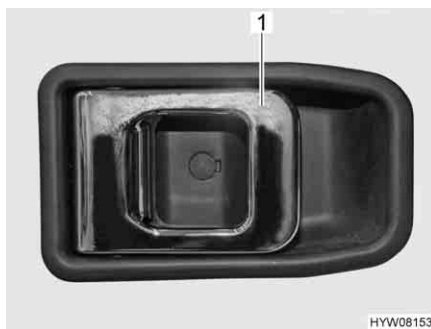

Fig. 26 Serratura della porta di ingresso, lato interno
**Apertura:** ■ Tirare la maniglia (Fig. 26,1). La serratura della porta si sblocca.
**Bloccaggio:** ■ Premere la maniglia (Fig. 26,1). La serratura della porta è bloccata.